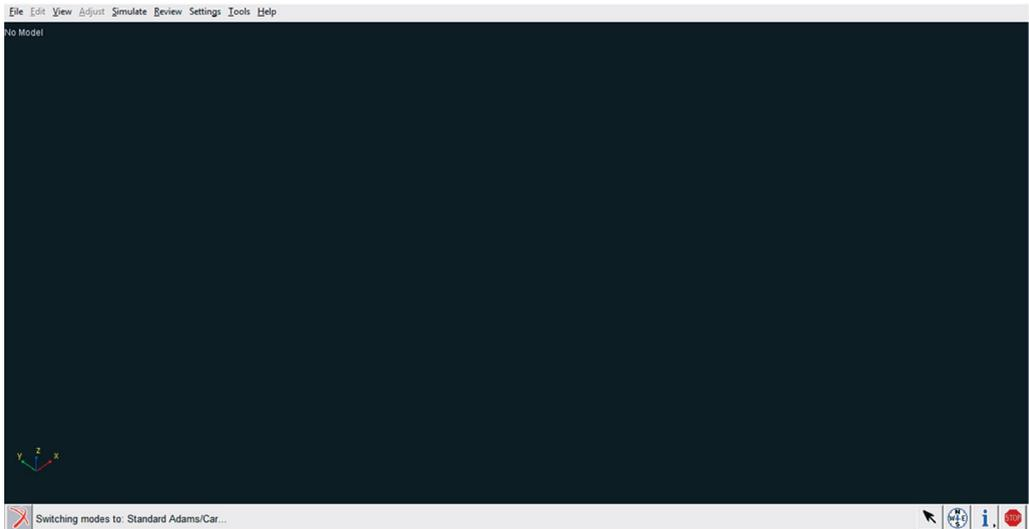

Figura 5.160 – Interface do modo *Standard*.
- Ainda na tela principal do *Template*, salve o mesmo e aperte a tecla *F9* do teclado. Esta ação resulta na transferência para o ambiente *Standard* do ADAMS/Car destacado na Figura 5.160. Repare no canto inferior esquerdo da tela mostrada na referida figura, onde se lê *Switching modes to: Standard ADAMS/Car...*